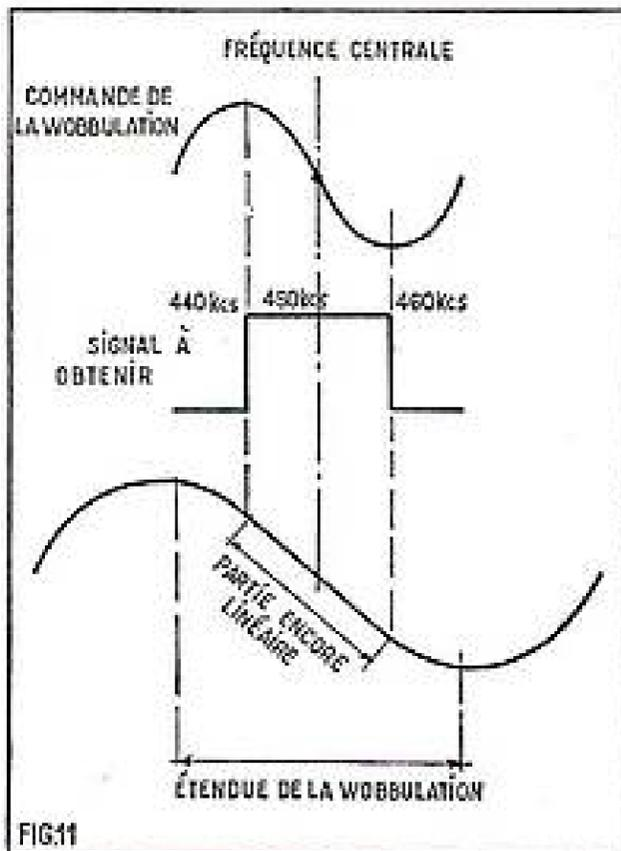

FIG.11
Voilà donc pour le principe qui montre bien, au moins, que les trois systèmes décrits utilisent, comme bien d'autres d'ailleurs, le secteur électrique comme source proprement dite de la wobble, mais c'est une partie seulement de la sinusoïde qui servira directement à la variation de la fréquence. Cette sinusoïde comporte (fig. 11), comme toute autres sinusoïde,
14. — La forme en S que l'on cherche à obtenir dans l'alignement de la FM ressemble encore à la sinusoïde de la figure 11 ; en b, dispositif pratique pour l'observation de ce signal : le wobblateur se trouve à gauche de la détection et son emplacement exact dépend de la sensibilité de l'amplificateur.
duire, soit 75 000 périodes (fig. 11). La porteuse elle-même se situera dans cette FM encore à zéro volt, et elle se placera au centre de la bande passante totale. Pour obtenir une reproduction sonore impeccable, ce qui est bien le but de la FM, il faudra donc respecter avant tout la linéarité de la partie de la courbe de réponse, située entre + 75 kHz et - 75 Hz, et c'est cette exigence qui donne lieu à la fameuse courbe en S (fig. 14 a) qui n'est rien autre, comme nous le comprenons maintenant parfaitement, que la partie centrale d'une sinusoïde (voir aussi fig. 11).